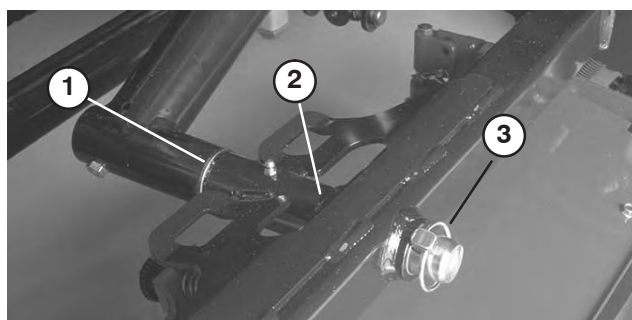

Bild 15
2. Schieben Sie den Trägersrahmen des Mähwerks auf die Gelenkstange und befestigen Sie sie mit einem Klappstecker (Bild 15).